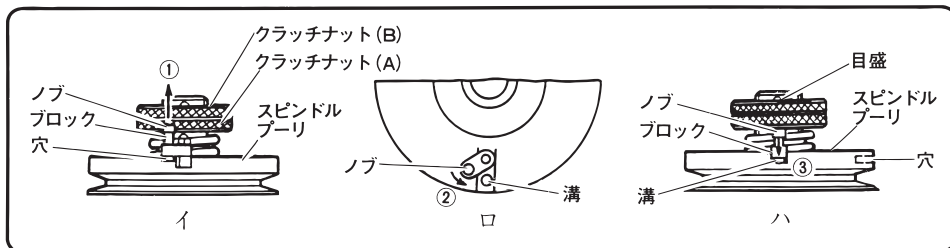

図 16
- ① ノブを持ち上げる。(図16-イ)
- ② ノブを持ち上げたままスピンドルプーリの溝方向に回転させる。(図16-ロ)
- ③ 溝にブロックを入れる。(図16-ハ)